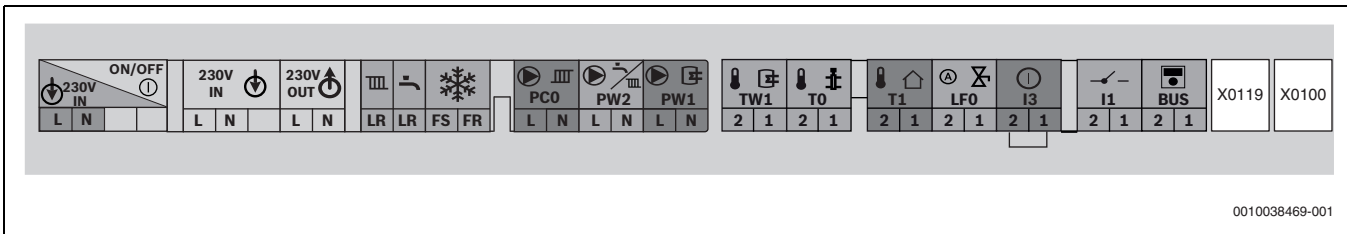

Bild 46 Klemmleiste für externes Zubehör
- Kabel an der Klemmleiste für externes Zubehör (→ Bild 46) anschließen.